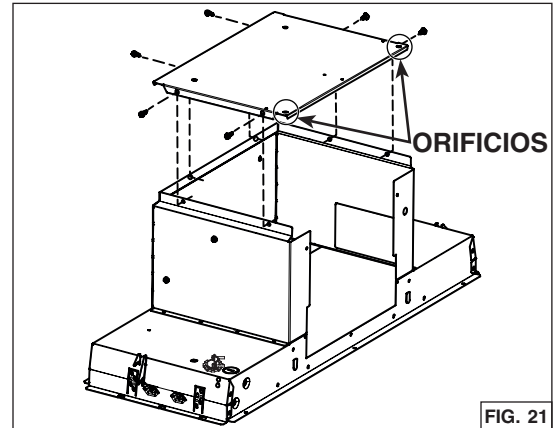

FIG. 21
- Instale la placa trasera en la parte superior del aparato, donde estaba la placa de soporte del ventilador. Los orificios cerca de las esquinas deben encontrarse en la parte trasera del aparato. Sujétarla a la parte superior del aparato usando los 6 tornillos retirados previamente al paso 6 (FIG. 21).
Para un conducto redondo, use 4 tornillos para metales n.º 8-18 x 1/4 pulg. (incluidos) para fijar el adaptador/compuerta de 6 pulg. redondo (incluido) en la parte superior del aparato, sobre el orificio de salida del ventilador (FIG. 21).